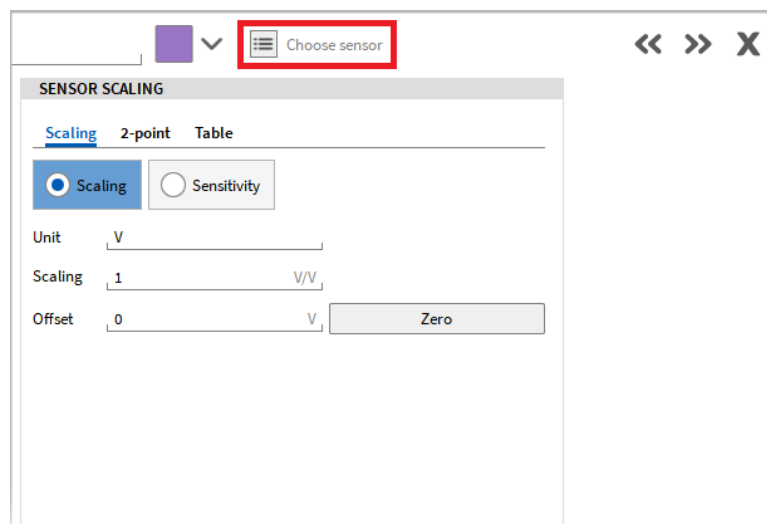

Abb. 6.14: Zuordnung eines Sensors auf einen Kanal in den Kanaleinstellungen
- Klicken Sie auf den Sensor wählen Button im oberen rechten Eck, wie in Abb. 6.14.